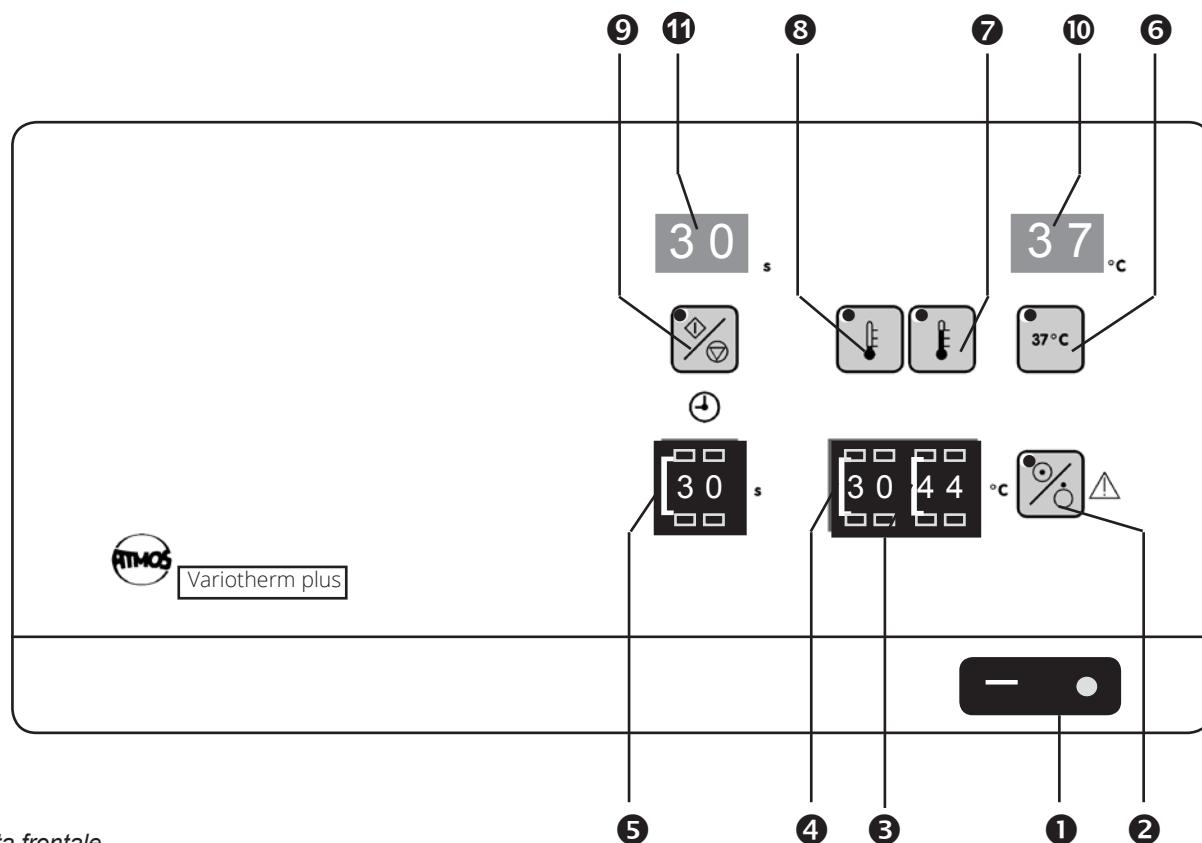

Figura 1. Vista frontale
- Accendere l'apparecchio (❶, figura 1).
- Regolazione della temperatura mediante il tasto di codifica (Ⓢ, Ⓣ, figura 1).
- Per selezionare il livello di temperatura desiderato premete i rispettivi tasti (Ⓢ, Ⓣ, Ⓢ, figura 1).